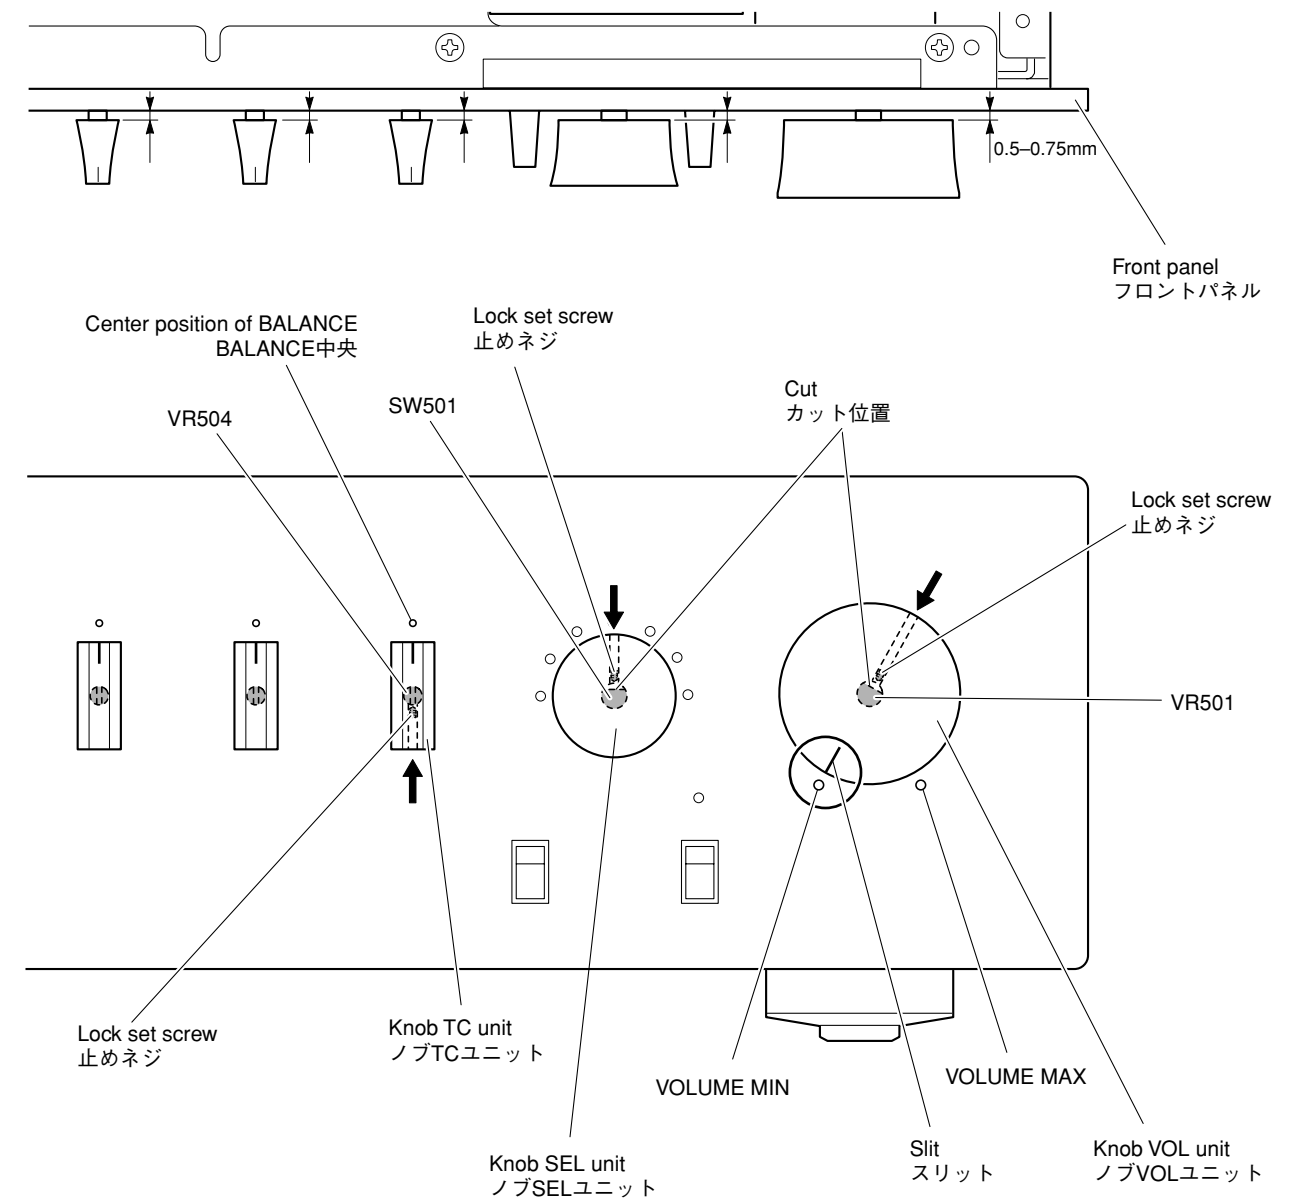

Fig. 2
- Turn the VOLUME (VR501) counterclockwise fully. (Fig. 2)
- Match the slit in the knob VOL unit with the "VOLUME MIN" position and install it in that state. (Fig. 2)
- Keep about 0.5 mm to 0.75 mm clearance from the front panel to knob VOL unit. (Fig. 2)
- Turn the INPUT (SW501) so that the cut in it comes at the top. (Fig. 2)
- Install the knob SEL unit with its lock set screw positioned at the top. (Fig. 2)
- Keep about 0.5 mm to 0.75 mm clearance from the front panel to knob SEL unit. (Fig. 2)
- Turn the BALANCE (VR504) in both directions and set it to the center position. (Fig. 2)
- Match the slit in the knob TC unit with the center position of BALANCE and install it in that state. (Fig. 2)
- Keep about 0.5 mm to 0.75 mm clearance from the front panel to knob TC unit. (Fig. 2)
- Tighten the lock set screw of the knob TC unit. (Fig. 2)
- VOLUME (VR501) を左いっぱいに戻します。(Fig. 2)
- ノブVOLユニットのスリットを“VOLUME MIN”の位置に合わせ、取り付けます。(Fig. 2)
- フロントパネルからノブVOLユニットまで0.5～0.75mm程度隙間をあけます。(Fig. 2)
- VOLUME (VR501)のカット位置に止めネジ位置を合わせ、止めネジを締めます。(Fig. 2)
- INPUT (SW501)のカット位置が上になるよう回します。(Fig. 2)
- ノブSELユニットの止めネジ位置を上にして取り付けます。(Fig. 2)
- フロントパネルからノブSELユニットまで0.5～0.75mm程度隙間をあけます。(Fig. 2)
- INPUT (SW501)のカット位置に止めネジ位置を合わせ、止めネジを締めます。(Fig. 2)
- BALANCE (VR504) を左右に回し、中央の位置に合わせます。(Fig. 2)
- ノブTCユニットのスリットをBALANCE中央の位置に合わせ、取り付けます。(Fig. 2)
- フロントパネルからノブTCユニットまで0.5～0.75mm程度隙間をあけます。(Fig. 2)
- ノブTCユニットの止めネジを締めます。(Fig. 2)